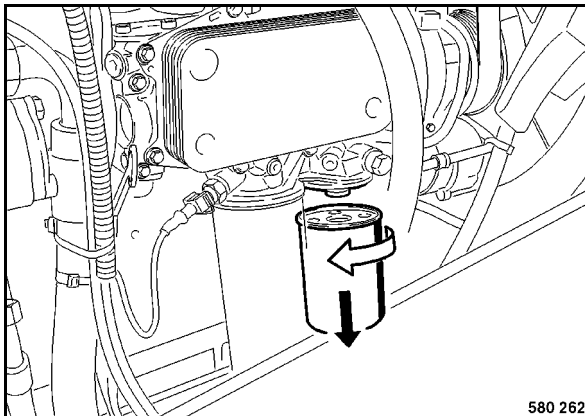

Fig. 157
- Soltar y desenroscar el cartucho filtrante (Fig. 157) con una llave de cinta apropiada.